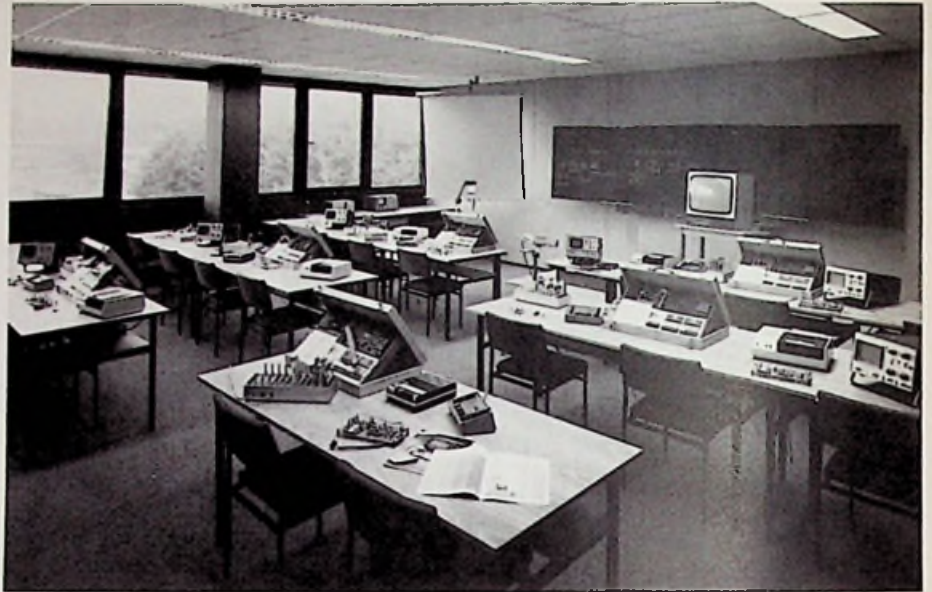
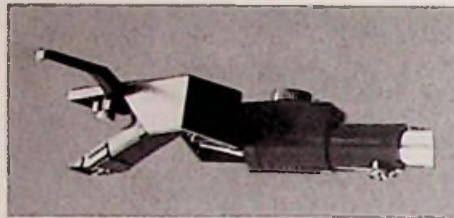
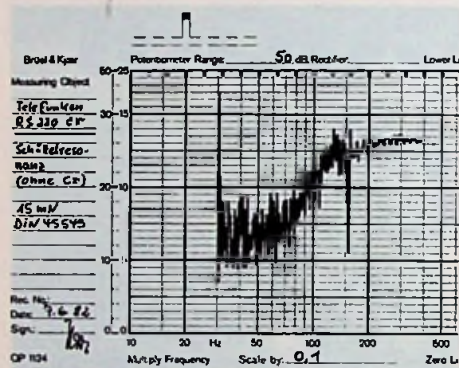

Bild 2: Blick in einen der neuen Unterrichtsäle
Bild 4: Eingebauter magnetischer Low Mass-Tonabnehmer AT 51 von Audio Technica
Bild 5: Sehr schwach ausgeprägte Tonarm-Schüttelresonanz (ca. 13 Hz) bei horizontaler Anregung (15 mN; DIN 45543)
Bild 2: Einblick in den konstruktiven Aufbau des RS 220 CX. Die automatischen Tonarmsteuerungen werden über das direkt an der Achse des DD-Motors befestigte Kurvenrad (Mitte) übertragen. Die verschiedenen, separat aufgebauten elektronischen Baugruppen sind über Steckverbinder miteinander verbunden.
In der recht flachen Phono-Komponente befindet sich ein kollektorloser Gleichstrom-Motor, der mit Hilfe des bekannten, zentralen Kurvenrades, (Bild 2) gleichzeitig die mechanischen Tonarmbewegungen steuert. Der RIAA-Phonoentzerrer und der CX-Decoder sind auf jeweils eigenen Platinen servicegünstig untergebracht. Die schaltungstechnische Kombination dieser Bausteine entspricht im wesentlichen der in Bild 5 des o. g. Berichtes dargestellten Anordnung. Nur nach Betätigung der CX-Taste auf dem vorderen Frontpanel wird der Decoder in den Übertragungsweg geschaltet.
Der in den geraden Rohrtonarm, in eine lösbare Halterung eingebaute magnetische Tonabnehmer ist das Low-Mass-Modell AT 51 von Audio Technica (Bild 4). Hinsichtlich der Tonarm-Schüttelresonanz sind Abtaster und Tonarm gut einander angepaßt, da sich eine Resonanzüberhöhung nicht ausbildet (Bild 5). Doch liegen im Bereich zwischen 280 Hz und 450 Hz zwei Torsions-Resonanzen, die sich auch im Übersprechkanal deutlich bemerkbar machen (TR). Leider mehr als nur ein kleiner Schönheitsfehler in der sonst annehmbaren Frequenzgang-Kurve des Abtasters (Bild 6). Auch zeigten sich zumindestens beim Testmuster ab ca. 2 kHz Pegelunterschiede bis zu 3 dB, wodurch auch die Übersprechdämpfung im rechten Kanal, von den sonst relativ günstigen Werten zwischen 80 Hz und ca. 1 kHz (max. 28 dB), bis auf 13-14 dB zurückgeht. Es könnte sich hier zwar um ein ausgefallenes Exemplar handeln, was für denjenigen, der es weiterverwendet, natürlich keine Entschuldigung ist. Über die akustische Wirkung des CX-Verfahrens wurde bereits berichtet. Sie ist bei den derzeit ausgelieferten CX-Schallplatten – mit vornehmlich leichter U-Musik von verhältnismäßig geringer Dynamik – tatsächlich beeindruckend. Es wäre für die weitere Verbreitung und Anerkennung des CX-Verfahrens sicher günstiger gewesen, mit dem an sich zufriedenstellenden Plattenspieler RS 220 CX ein besseres Ton-